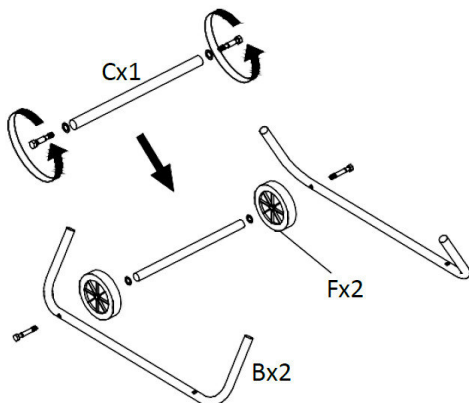

Abb. 4: Räder und Bodengestell verbinden
Schritt 2: Die beiden Räder sowie Achse mit dem Bodengestell verbinden (Abb.4).